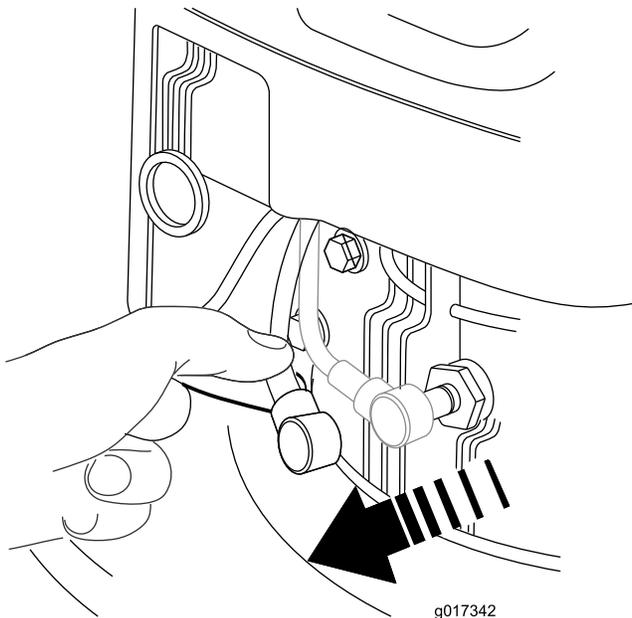

Figura 19
2. Desconecte el cable de la bujía (Figura 19) antes de realizar cualquier procedimiento de mantenimiento.
- Desconecte el cable de la bujía (Figura 19).